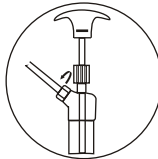

Figure 2
1. Assemblez le bec d'évacuation sur la tête de pompe (figure 2), utilisant l'écrou fileté adapté sur le bec. Serrez la connexion avec la main.